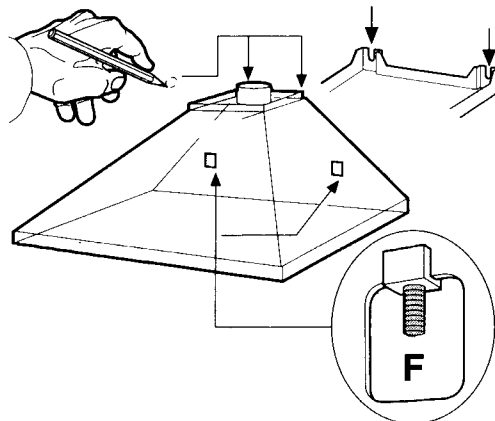

Рис. 6
- Отметьте карандашом местоположение верхних отверстий (рис. 6).